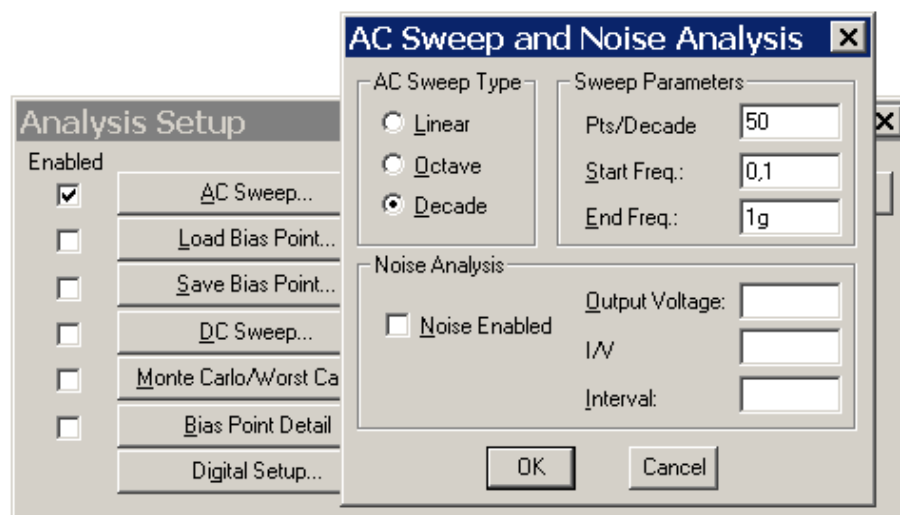

Рисунок 2.1 – Окно настройки моделирования: настройка анализа AC Sweep
**2.4.2** Через меню **Analysis > Setup** открыть окно настройки моделирования и выбрать тип анализа **AC Sweep**. Первоначальные параметры анализа задать, как показано на **рис. 2.1**.
Проанализировать вид АЧХ, открыть окно настройки моделирования (рис. 2.1) и изменить, если требуется, граничные частоты анализа и др. параметры таким образом, чтобы графики приобрели наиболее информативный вид.